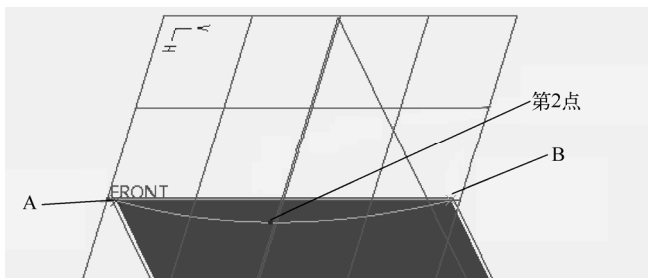

图 7-115 创建平面曲线 1
5) 按住〈Shift〉键的同时使用鼠标捕捉到填充曲面的拐角点 A，接着释放〈Shift〉键选择第 2 点，然后再按住〈Shift〉键捕捉填充曲面的另一个拐角点 B，如图 7-115 所示。